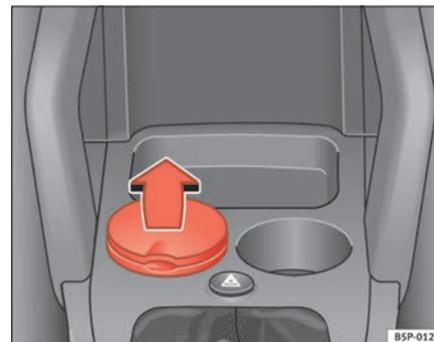

Fig. 115 Cinzeiro alojado no suporte de bebidas dianteiro
- Para abrir o cinzeiro, levante a tampa ⇒ fig. 115.